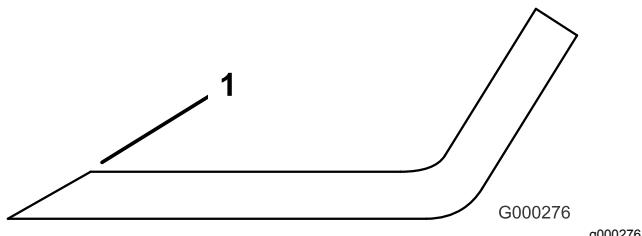

Figura 94
1. Utilice una lima para afilar el filo de corte en ambos extremos de la cuchilla (Figura 94).